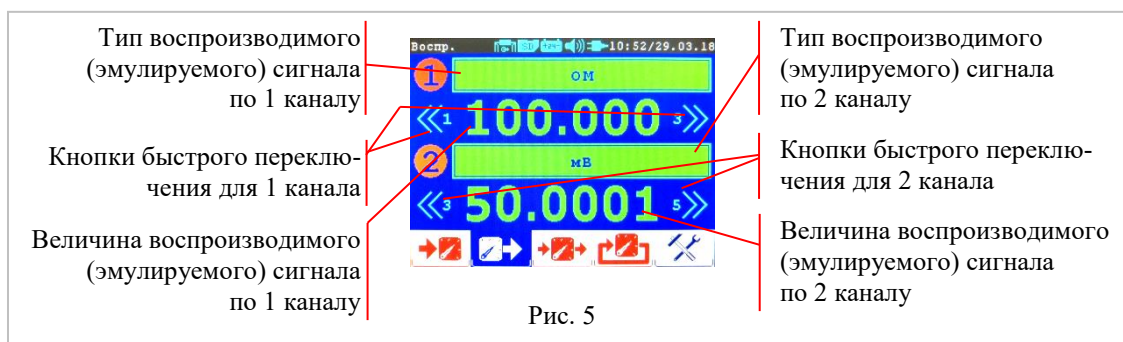

Рис. 5
4.1.3 Вкладка «Воспроизведение», рис. 5